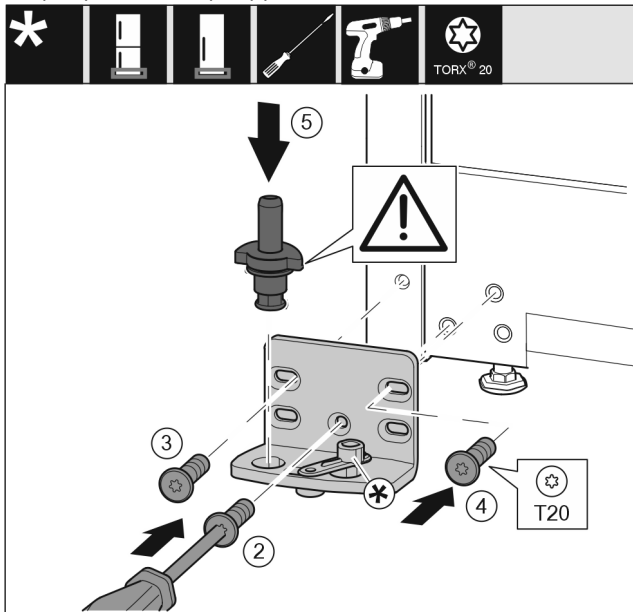

Fig. 16
- Установите опорный кронштейн с другой стороны и прикрутите с помощью отвертки. Начиная с винта Fig. 16 (2) снизу в центре.
- Затяните винт Fig. 16 (3) и винт Fig. 16 (4).
- Снова установите опорный палец Fig. 16 (5) в сборе. При этом проследите за тем, чтобы выступ фиксатора был направлен назад.